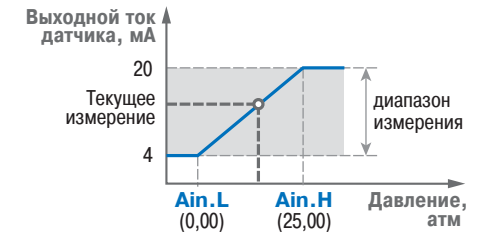

Рис. 5. Пример задания диапазона измерения активного датчика
**Пример.** При использовании датчика с выходным током  $4...20$  мА, контролирующего давление в диапазоне  $0...25$  атм., в параметре **Ain.L** задается значение  $00,00$ , а в параметре **Ain.H** – значение  $25,00$  (см. рис. 5). После этого обработка и отображение показаний будет производиться в атмосферах.